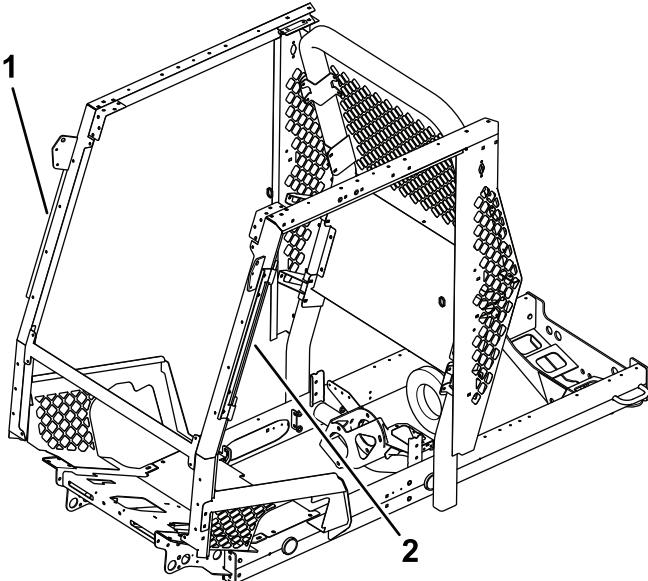
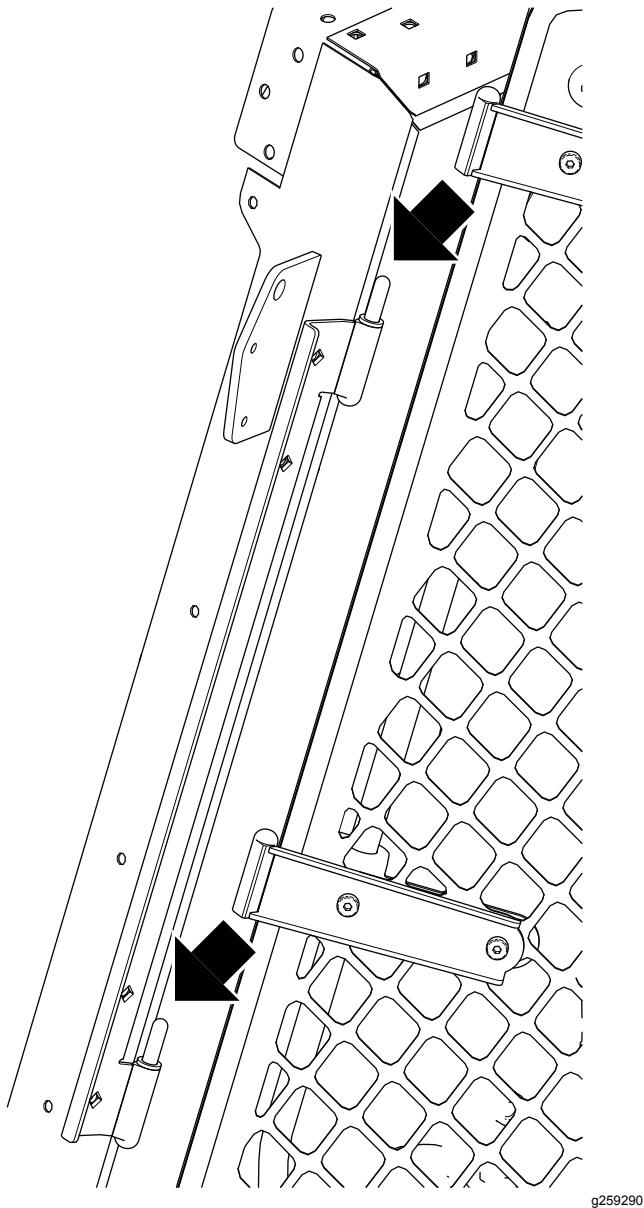

Figure 4
Figure 6
7. Avec des boulons à tête ronde ($5/16'' \times \frac{3}{4}''$) et des écrous à embase ($5/16''$), montez la barre de montage de porte gauche et la barre de montage de porte droite (Figure 4 et Figure 6).
9. Montez chaque porte en glissant les charnières sur leurs axes (Figure 6).